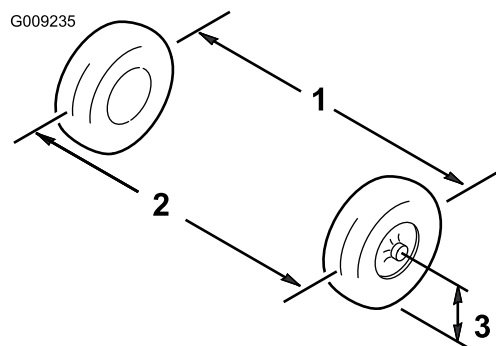

Figura 46
1. Măsurai distanța ambelor anvelope frontale la înălțimea osiei, atât în partea din față, cât și cea din spate a anvelopelor frontale (Figura 46).